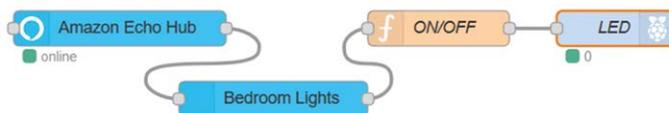
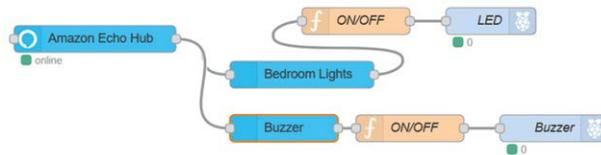
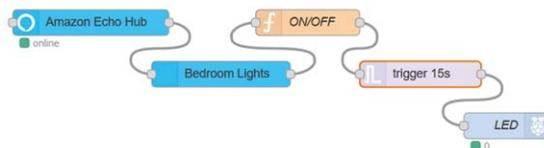
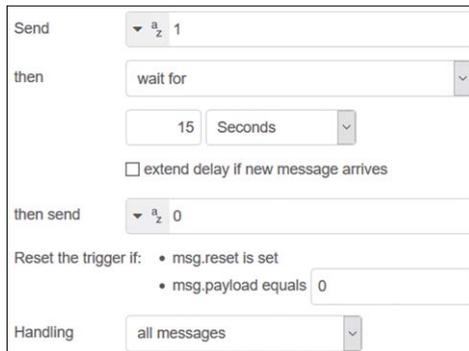

Figure 15.3 Programme de flux du projet
Figure 15.6 Programme de flux du projet
Figure 15.7 Programme de débit modifié
Figure 15.8 Configuration du nœud de déclenchement
La figure 15.3 montre le programme de flux qui se compose de seulement 4 nœuds : un **hub d'écho amazon**nœud, un dispositif d'écho Amazon **noeud**, un nœud de fonction, **et un rpi gpio out noeud**.
- Rejoindre tous les nœuds comme dans la figure 15.3 et cliquer **Déployer**.
Programme de flux Node-RED : La figure 15.6 montre le programme de flux. Notez que nous avons ajouté un autre **dispositif d'écho Amazon** nœud de notre programme et le nommez comme **Buzzer**. Ce deuxième nœud entraîne un autre nœud de fonction qui a exactement le même contenu que celui dans la figure 15.3. Le second **rpi gpio out** nœud est utilisé pour conduire le buzzer où son **Pin** est réglé sur GPIO 3 et son **Type** est la sortie numérique comme avant. Parce que le nouveau dispositif d'écho amazon n'est pas connu d'Alexa, nous devons demander à Alexa de découvrir les nœuds à nouveau : "**Alexa, découvrez les appareils**". Après cela, nous pouvons contrôler la LED et le buzzer en demandant à l'Alexa :
Dans le projet précédent, la LED est allumée et éteinte en envoyant des commandes vocales à Alexa. Dans certaines applications, nous pouvons vouloir allumer la LED en détectant une commande, puis nous pouvons vouloir que la LED s'éteigne automatiquement après un certain temps. Par exemple, dans une pièce, nous pouvons demander à Alexa d'allumer la lumière et après 20 secondes, nous pouvons vouloir que la lumière s'éteigne automatiquement. Cela peut être fait facilement en ajoutant un **déclencheur** nœud de la Figure 15.3. Dans l'exemple de programme d'écoulement illustré à la Figure 15.7, le voyant DEL est éteint après 15 secondes. Le nœud de déclenchement est configuré pour envoyer 1 pendant 15 secondes et ensuite il envoie 0. La figure 15.8 montre le **déclencheur** contenu du nœud. Notez que la sortie de l' **déclencheur** nœud est réinitialisé si msg.payload est égal à 0 (c.-à-d. si Alexa est invité à éteindre les lumières de la chambre).